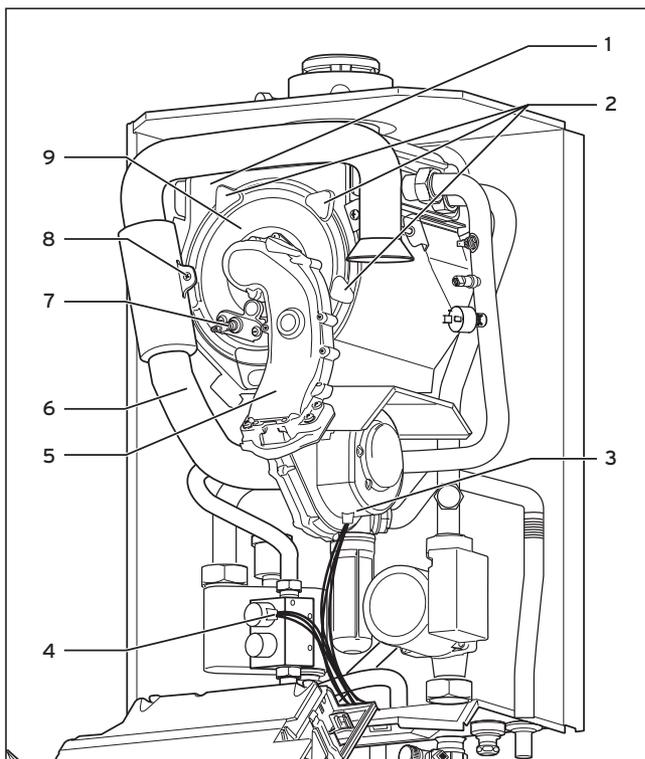

Abb. 7.1 Thermo-Kompaktmodul ausbauen
Das Thermo-Kompaktmodul besteht aus dem drehzahl-geregelten Gebläse, der Gaszufuhr (Gemischrohr) zum Gebläse-Vormischbrenner sowie dem Vormischbrenner selbst. Diese drei Einzelbauteile bilden die gemeinsame Baueinheit Thermo-Kompaktmodul. Zur Demontage gehen Sie folgendermaßen vor: (siehe Abb. 7.1)
- Stecken Sie das Thermo-Kompaktmodul (5) auf den Integral-Kondensations-Wärmetauscher (1, Abb. 7.1).
- Schrauben Sie die 5 Muttern (2, Abb. 7.1) gleichmäßig über Kreuz fest.
- Schließen Sie die beiden Stecker der Zünd- und Erdleitung an die Zündelektrode (7) an.